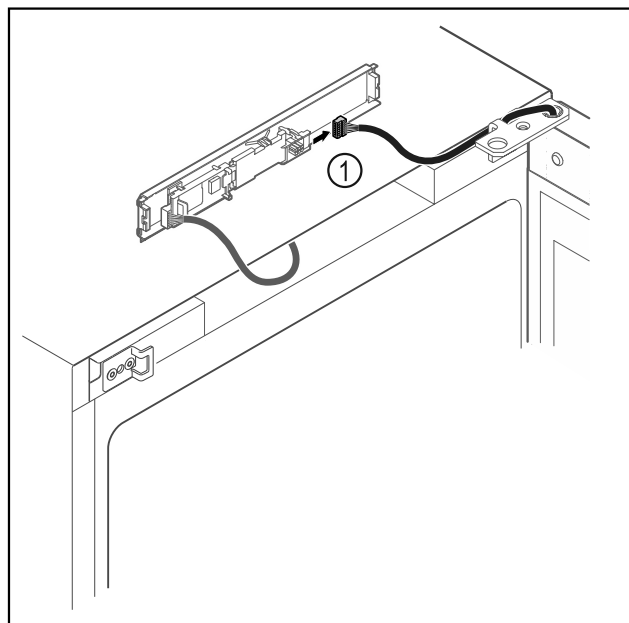

Fig. 8
- Vytáhněte zástrčku Fig. 8 (1) z desky.